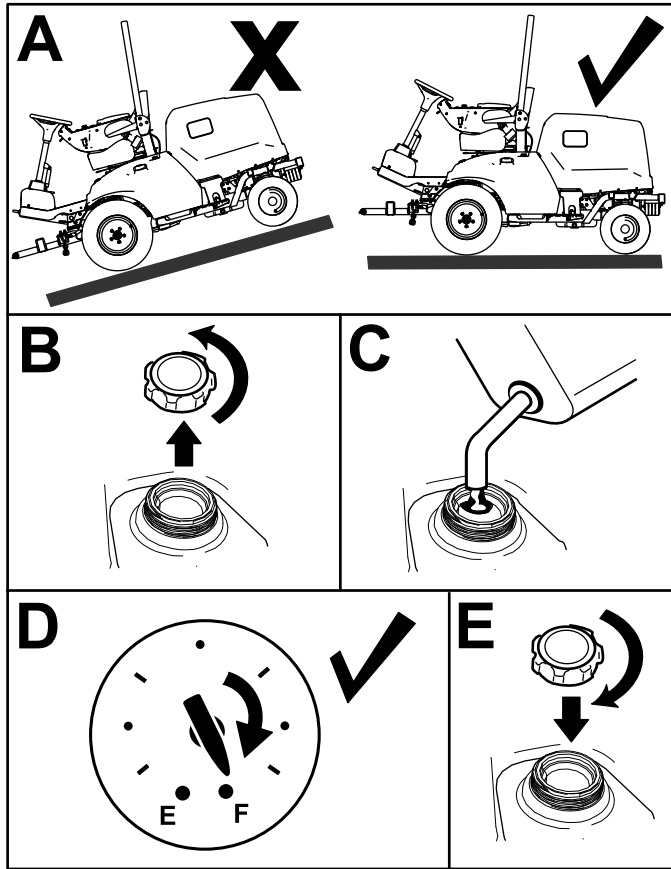

Figura 28
1. Aparque la máquina en una superficie nivelada (Figura 28), ponga el freno de estacionamiento, apague el motor y retire la llave